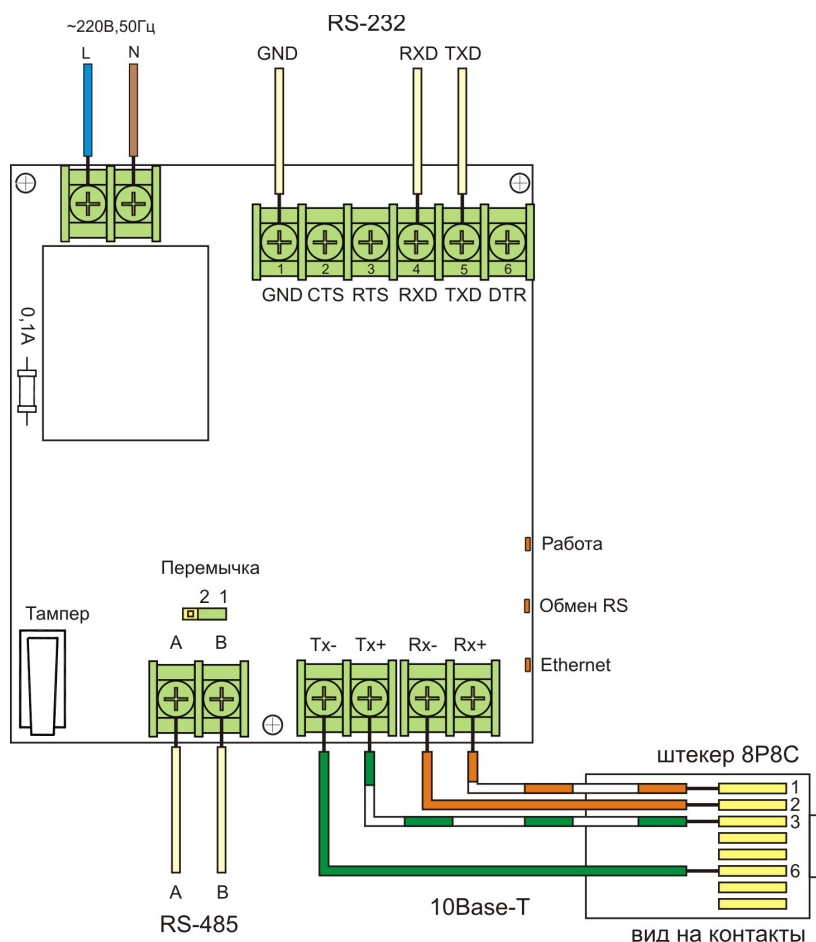

Рисунок 12 - Подсоединение внешних цепей к БПДД-Е
2) Подключить соединитель типа «PATCHCORD» между БПДД-Е и оконечным сетевым оборудованием (маршрутизатор, коммутатор). Длина кабеля UTP категории 5е соединителя должна быть не более 100 м. В БПДД-Е отдельные провода соединителя подключают к клеммам под винт разъемов X3 и X4 (рисунок 12).